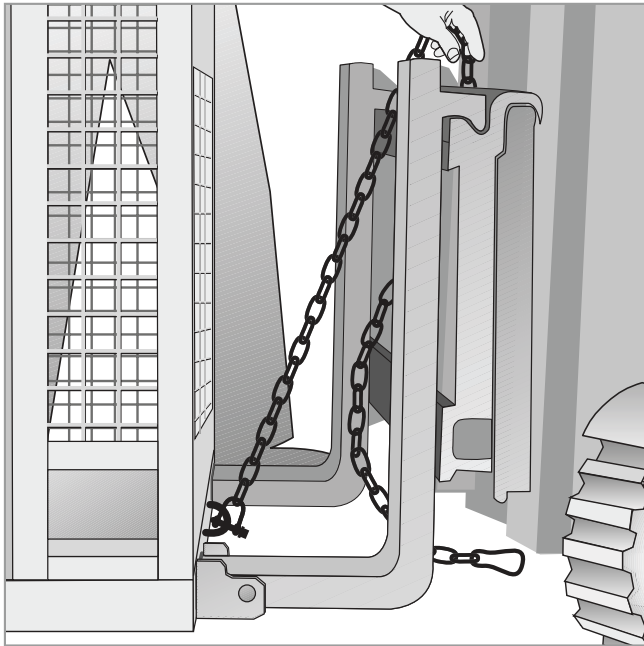

Fig. 5.3.1
- Fare passare la catena di sicurezza dietro alla piastra del carrello (**fig. 5.3.1**) per agganciarla nuovamente, tramite moschettone al cavallotto alla catena stessa (**fig. 5.3.2**), avendo cura di ridurre al minimo il gioco della catena che impedirà lo spostamento in avanti del contenitore (**fig. 5.3.3**).